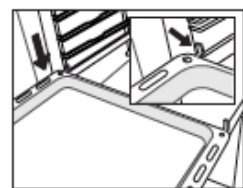

Рис. 5
5. Поставте аксесуари на полоз (рис. 5, 6).